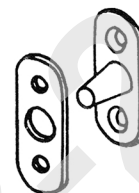

Fig. 24.
- 24 Koblete rammer av store dimensjoner bør være utstyrt med bæretapp, fig. 24. Tappen festes mellom rammene og er beregnet til styring og bæring når rammene lukkes. Enkelte typer av kobleskruer er utformet slik at en del av skruen danner bæretapp. Noen ytterligere bæretapp er da unødvendig.